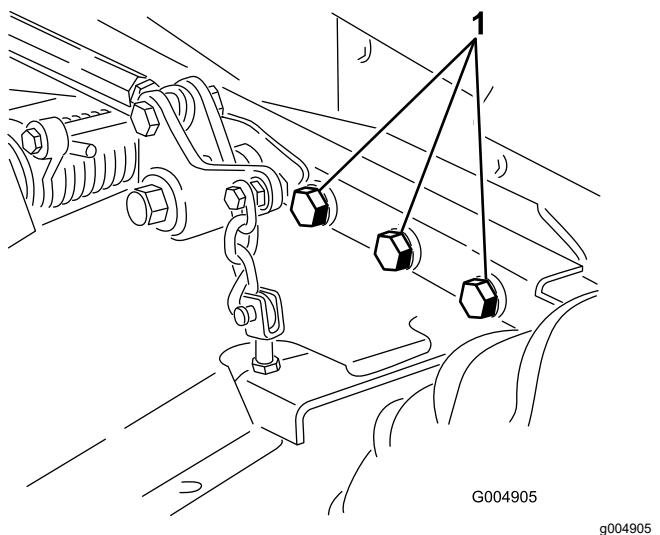

Figure 58
5. Vérifiez le serrage de toutes les fixations et resserrez-les au besoin. Serrez les 6 boulons qui fixent le cadre du tablier de coupe au groupe de déplacement (Figure 58) à 359 N·m (265 pi-lb).